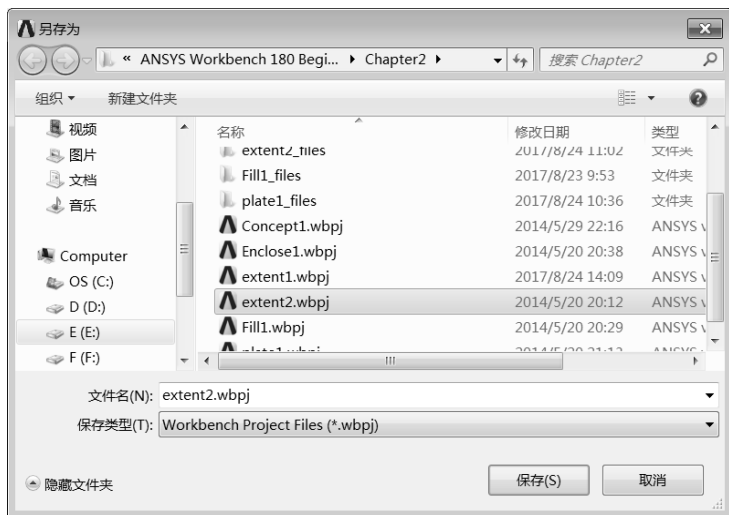

图 2-61 “另存为”对话框
Step8: 保存文件。切换到 Workbench 主界面中, 单击工具栏中的  按钮, 在弹出的如图 2-61 所示的“另存为”对话框的“文件名”文本框内输入 extent2.wbpj, 单击“保存”按钮, 完成模型的存储。